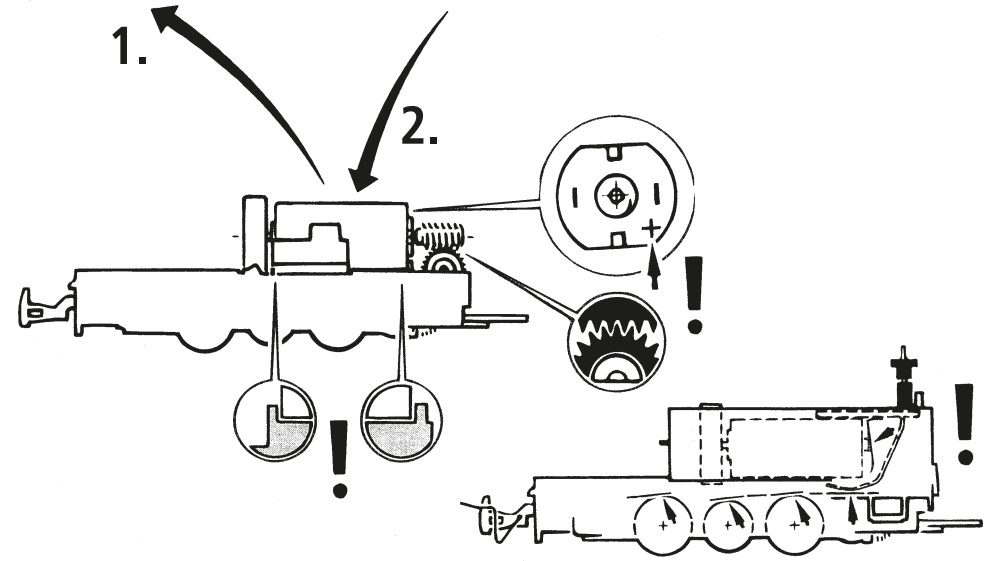

Fig. 6
Um einen optimalen Lauf der Lokomotive zu gewährleisten, bitten wir Sie, **vor erstmaliger Inbetriebnahme die Lager der Kuppelstangen zu ölen** (siehe Fig. 6).
2. Schmierung: Versehen Sie die im Schmierplan in Fig. 6 gekennzeichneten Stellen mit nur **kleinen Öltropfen**. Dazu zuerst das Lokgehäuse abnehmen (Fig. 4). Wir empfehlen den ROCO **Öler** Art.-Nr. **10906**.
Before taking into service your model these bearings of the coupling rods must be oiled as otherwise there would be the risk of bad running qualities of damage on the locomotive (see Fig. 6).
2. Lubrication: Apply **tiny oil drops** to spots marked in Fig. 6. Prior to lubrication dismantle the loco body or the tender body (Fig. 4).
Veillez huiler légèrement les paliers de l'emballage de votre locomotive avant sa première mise en service sinon il y a risque de mauvaises qualités de marche ou même de dommages au mécanisme moteur de la machine (voir Fig. 6).
2. Graissage: N'appliquez **qu'une toute petite goutte** aux endroits indiqués par le plan de graissage (Fig. 6) après avoir démonté la caisse du locomotive/tender (Fig. 4).